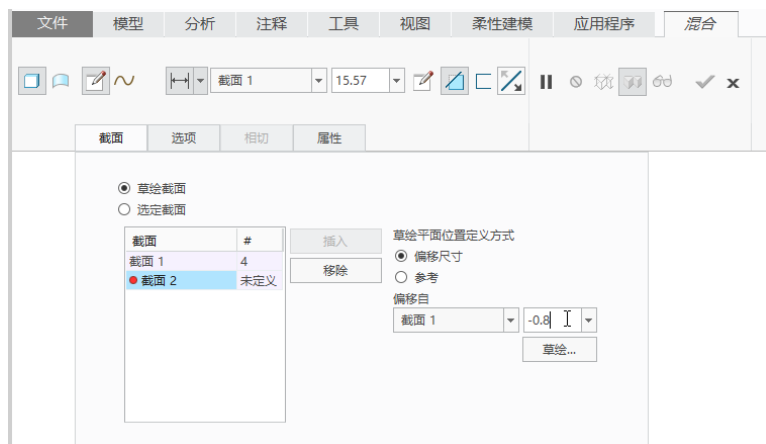

图 6-171 设置截面 2 的草绘平面位置定义方式和偏移距离等
(4) 在“混合”选项卡的“截面”面板中, 设置截面 2 的草绘平面位置定义方式为“偏移尺寸”, 其偏移自截面 1 的距离为“-0.8”, 如图 6-171 所示, 然后单击“草绘”按钮。